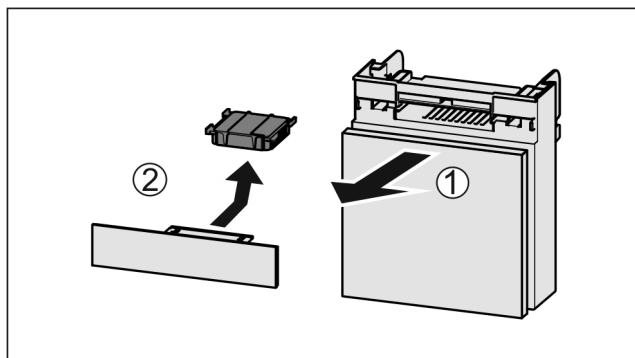

Fig. 209
- Estrarre il vano tirando in avanti Fig. 209 (1).
- Rimuovere il filtro a carboni attivi Fig. 209 (2).